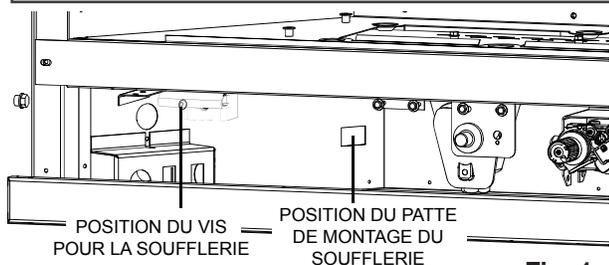

Fig. 1
6. Faites pivoter la soufflerie dans le bas de l'appareil. Assurez-vous que le joint d'étanchéité reste en place entre la soufflerie et l'appareil pendant que vous glissez le soufflerie contre la côté gauche dans la patte du montage du soufflerie. Fixez en place utilisant une vis (**Fig. 1 and 2**).